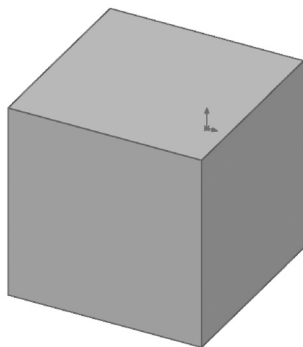

图 6-2 创建实体
- 1) 利用“矩形”和“拉伸”命令，创建如图 6-2 所示的实体。